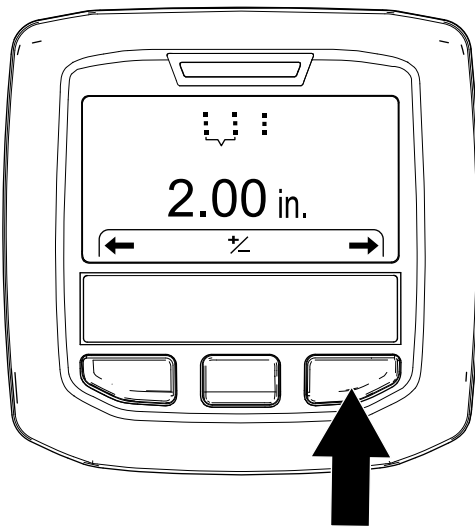

Figura 48
4. Pulse el botón derecho del InfoCenter para mostrar la pantalla Setting the Hole Spacing (Ajuste del espaciado de las perforaciones) (Figura 48).
5. Pulse el botón derecho del InfoCenter para mostrar la pantalla Setting the Tine Diameter (Ajuste del diámetro de los taladros) (Figura 48).